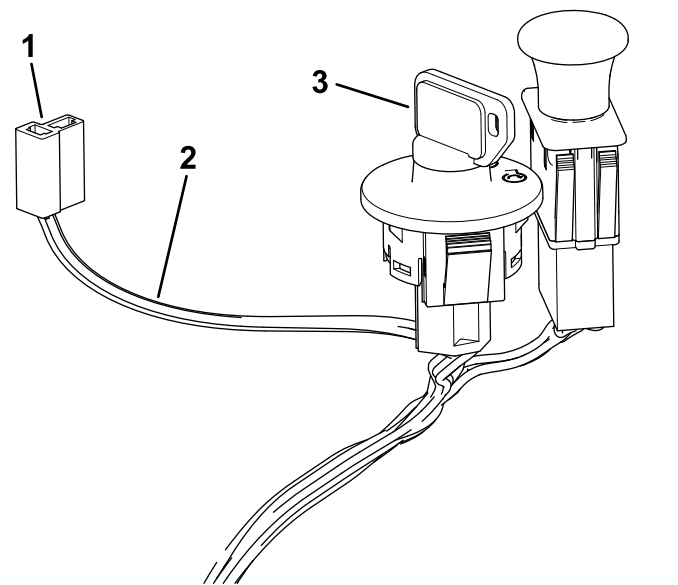

Figura 3
2. Localice el arnés de cables principal que va al interruptor de encendido y el conector del horímetro que está conectado a ese arnés de cables (Figura 3).